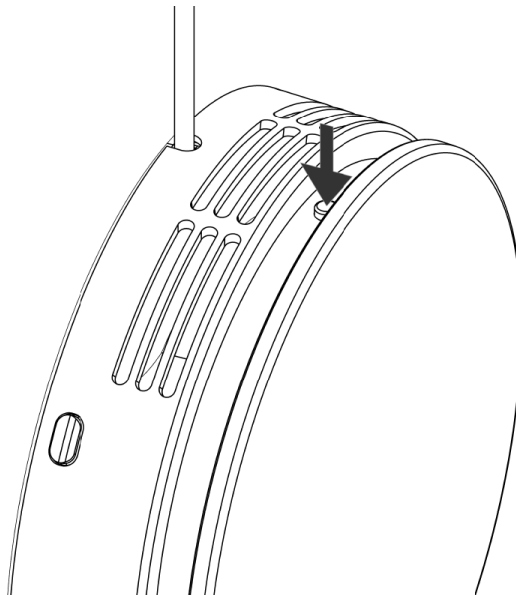

Abbildung 45 - Start AM 50 (Testen der Installation)
2. Auf die Taste oben drücken, um das AM 50 zu starten, siehe Abbildung 45 unten.